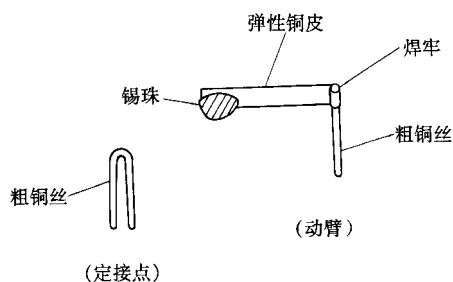

图 2-9
(9) 离心开关 S 需自制。首先制作开关的动臂和定接点。制作动臂时，从弹性薄铜皮上剪取宽约 2mm、长约 25mm 的一小条，一端焊上一个半粒绿豆大小的锡珠，另一端包卷在一截长约 15mm 的粗铜丝上并焊牢(见图 2-9 之右图)。定接点是用粗铜丝弯成倒 U 状而成，成形后的高度约 15mm(见图 2-9 之左图)。